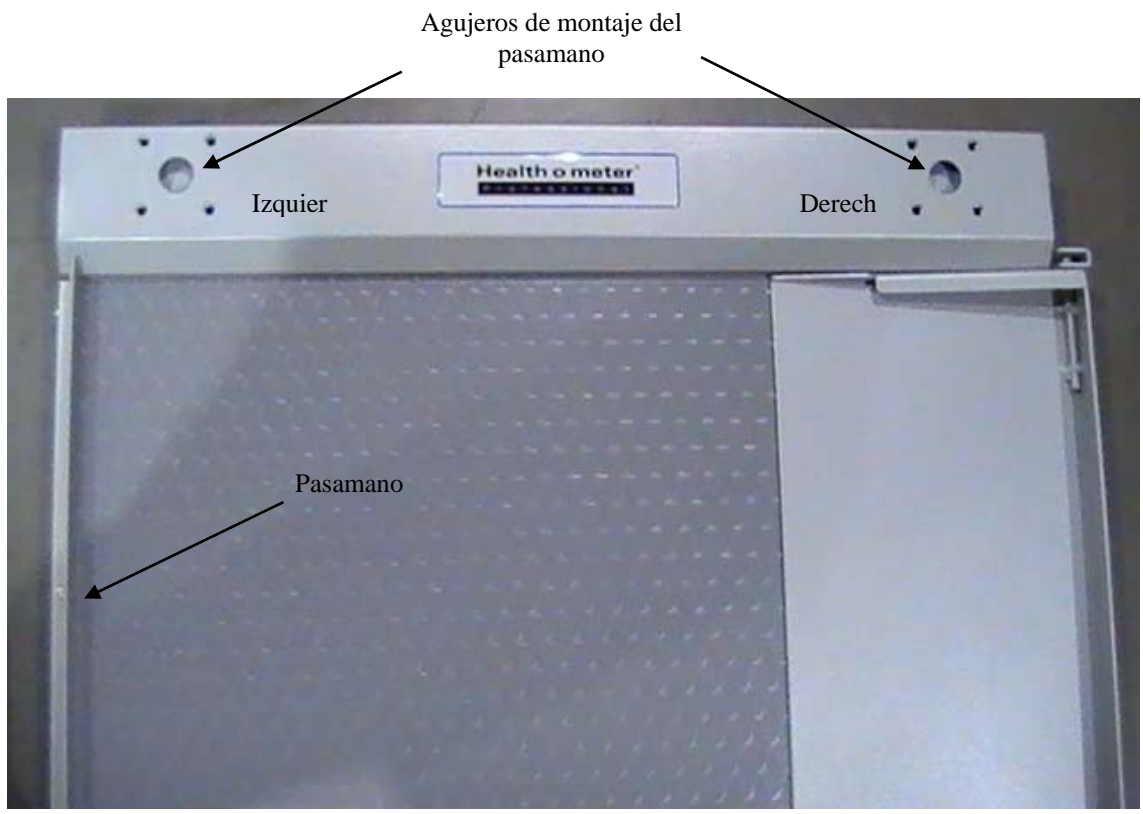

Figura 3
4. Coloque el pasamano en los agujeros de montaje para los pasamanos izquierdo y derecho que se encuentran en la plataforma (ver la figura 3).
2. En el costado opuesto a la rampa de la plataforma, retire el pasamano por la parte inferior de la plataforma quitando los 4 tornillos que ensamblan el pasamano (ver la figura 3).